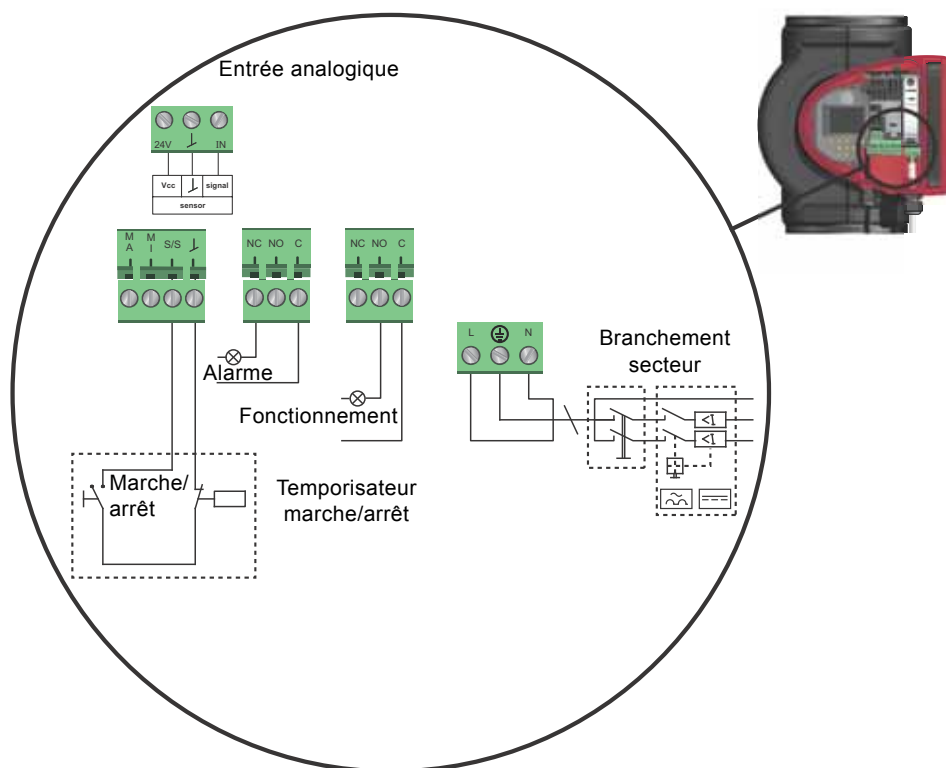

Fig. 15 Exemple de branchements dans le coffret de commande
Voir fig. 15, pos. 1.
Voir fig. 15, pos. 2.